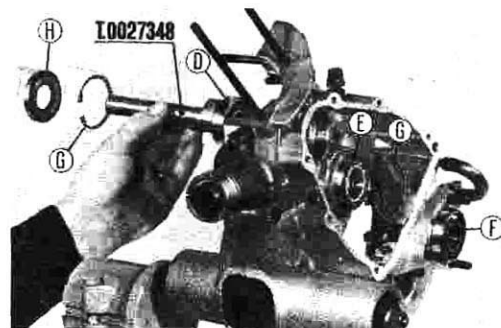

Fig. 3 M
Fig. 3 M. Cojinetes del cigüeñal, del engranaje helicoidal y del eje engranaje cambio, junto con sus respectivos retenes de aceite y anillos elásticos de fijación: Montar en sus respectivos alojamientos mediante el util puntero T. 0027348, el cojinete «D» (cigüeñal), el cojinete «E» (engranaje helicoidal) y «F» (eje engranaje cambio). Colocar con los específicos alicates T. 0022465 los anillos elásticos «G»; posteriormente introducir en su alojamiento el retén «H» (1).